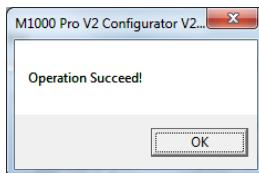

Рисунок 13 – Уведомление об успешном соединении с терминалом
3.5.13.4 В появившемся окне выбрать номер COM-порта и нажать кнопку подключения  . После подключения программа автоматически считает настройки терминала и в случае успешного соединения, выведет сообщение об успешном окончании операции соединения (рисунок 13).